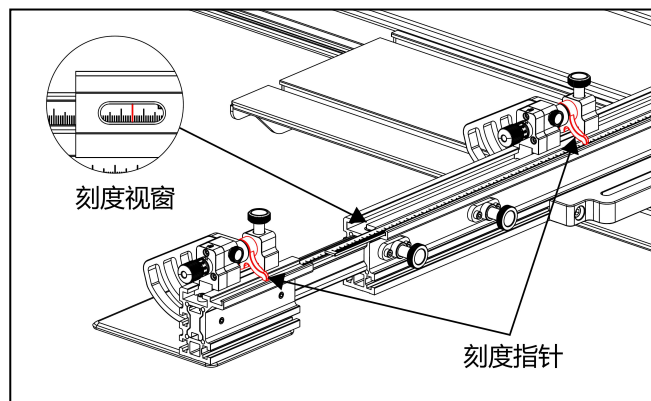

图 17
13. 如图 17，安装定位挡块组件。在任意位置，将定位挡块锁紧后，测量定位挡块与锯片之间的实际距离，手动移动刻度尺，保证定位挡块指针或刻度视窗指示刻度与实际距离匹配。（定位挡块组件安装在延伸靠尺上时，通过刻度视窗进行读数）。